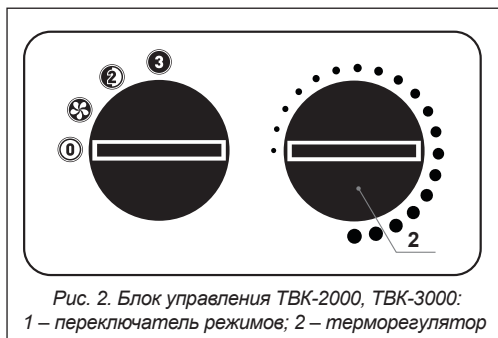

Рис. 2. Блок управления ТВК-2000, ТВК-3000:
Перед включением тепловой пушки в сеть ручка переключателя режимов 1 (рис. 2) должна находиться в положение «0» (0), а ручка терморегулятора 2 повернута в крайнее против часовой стрелки положение.